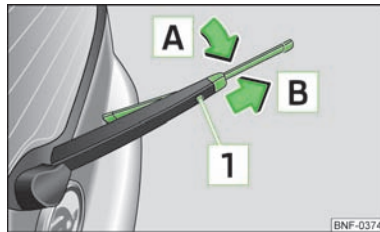

Fig. 31
- › Løft viskerarmen fra bagruden, og vip viskerbladet lidt i retning mod viskerarmen, pil **[A]** » Fig. 31.